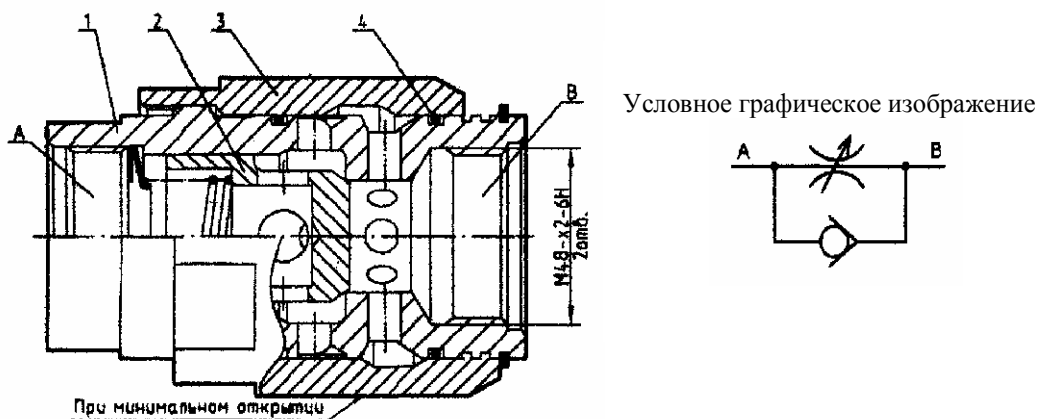

Рис. 45 Дроссель с обратным клапаном
10. ДРОССЕЛЬ С ОБРАТНЫМ КЛАПАНОМ (рис. 45)